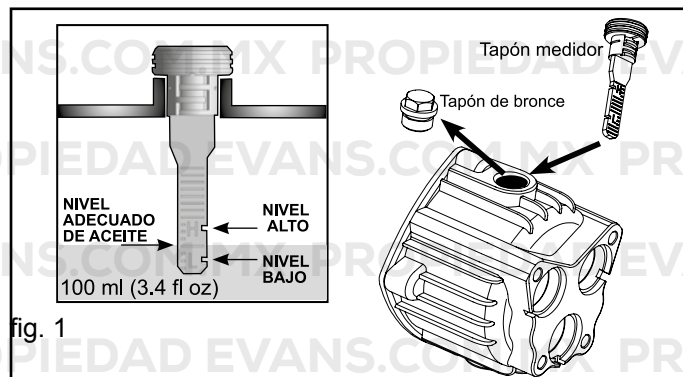

fig. 1
**1 La hidrolavadora de alta presión se entrega con aceite lubricante; por lo tanto, es necesario quitar el tapón utilizado para su transporte e introducir el tapón medidor de nivel de aceite o respiradero, contenido en el empaque de la bomba, y en caso necesario, rellenar de Aceite SAE30 hasta el nivel indicado. (ver fig.1)**